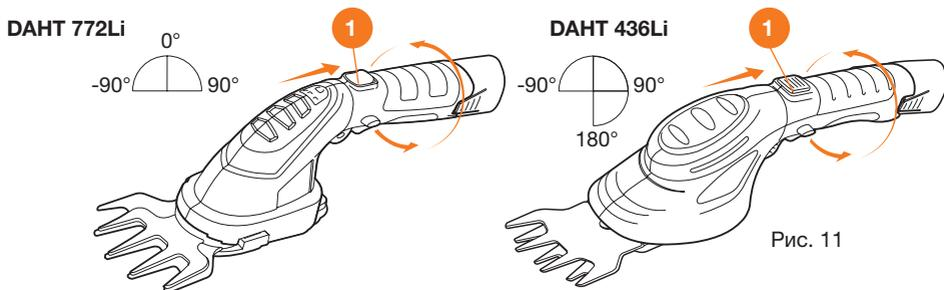
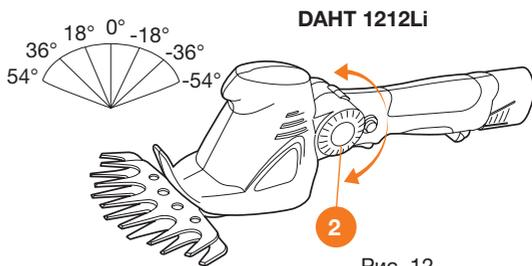

Рис. 11
Рис. 12
- Для регулировки наклона или поворота триммера используйте клавишу поворота 1 для моделей **DAHT 436Li** и **DAHT 772Li** (Рис. 11) или кнопку наклона 2 для модели **DAHT 1212Li** (Рис. 12).
- Во время обработки высоких кустарников или хвойных растений используйте удлинитель из комплекта поставки модель **DAHT 1212Li**, отсоедините колеса и установите требуемый угол наклона (Рис. 12).